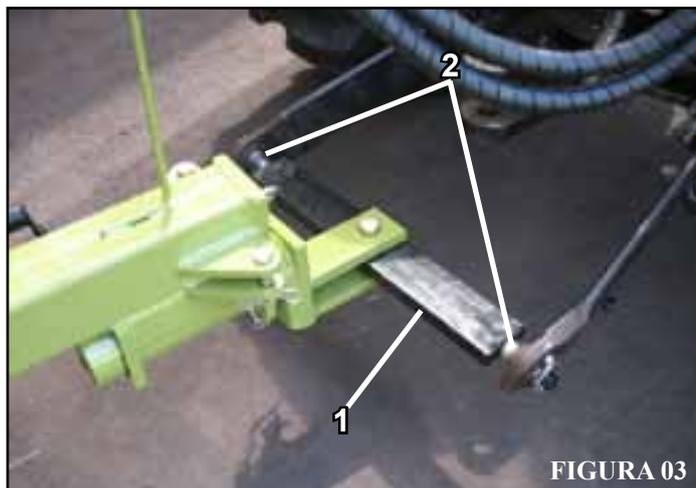

FIGURA 03
1. Para engatar o equipamento ao trator, utilize a barra do hidráulico do trator na altura dos pinos do suporte articulado da máquina (**FIGURA 03**).